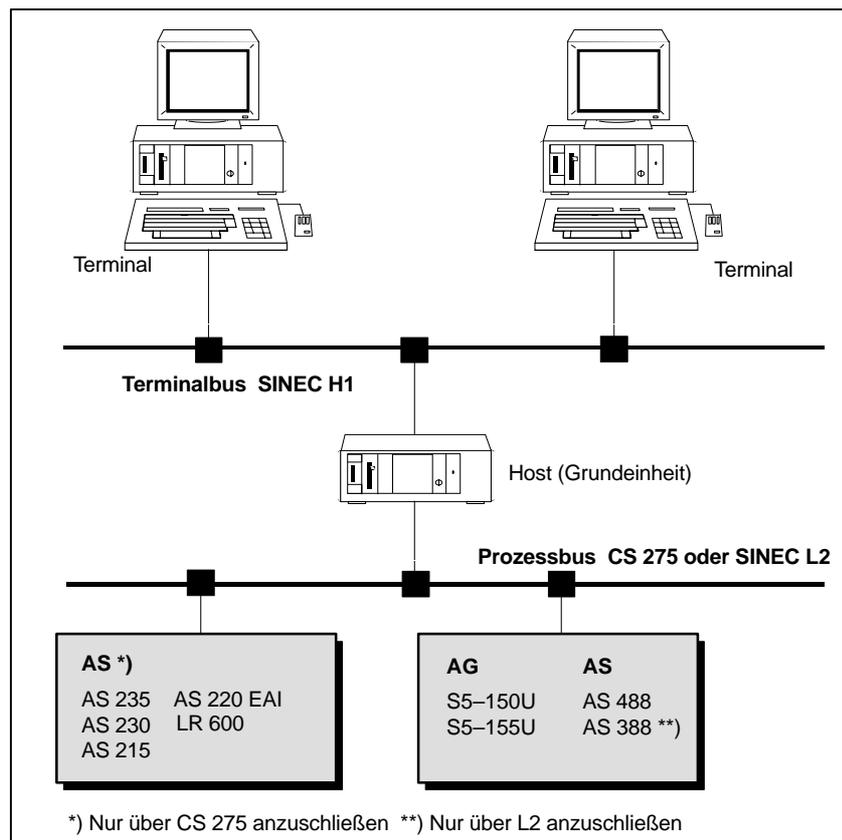

Bild 1.1 Mehrplatzsystem mit Terminalbus und Prozessbus
- an das Bussystem SINEC L2 angeschlossene Automatisierungsgeräte SIMATIC S5–150U und S5–155U sowie die Automatisierungssysteme AS 388/AS 488 (s. auch Bild 1.1).
Sein Softwarekonzept bietet eine vollgrafische Bedieneroberfläche in Fenstertechnik und objektorientierte Bedienung und Projektierung. Den grundsätzlichen Aufbau eines Mehrplatzsystems zeigt Bild 1.1.
Den grundsätzlichen Aufbau eines Mehrplatzsystems mit Terminalbus zeigt Bild 1.1.